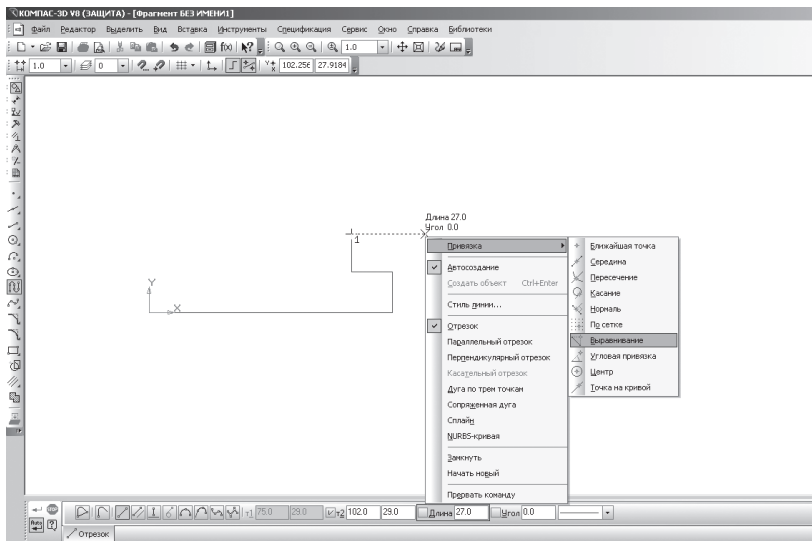

Рис. 34. Выбор локальной привязки **Выравнивание**
- для точного построения следующего отрезка щелкните правой клавишей мыши (ПКМ) в любой точке чертежа. В появившемся контекстном меню поставьте курсор на меню **Привязки**, щелчок мыши при этом выполнять не нужно. После этого содержимое меню автоматически раскроется. Выберите из списка привязку **Выравнивание** щелчком ЛКМ (рис. 34);